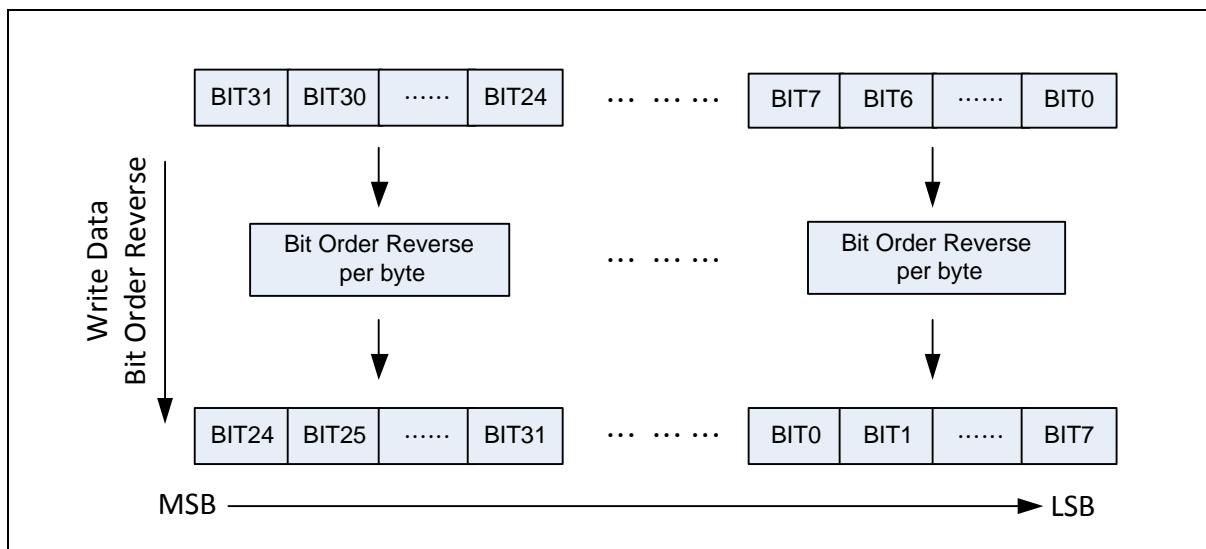

图 6.35-3 写数据位顺序反转功能框图
- 5) 配置DATREV (CRC\_CTL[24])配置 CRC 写数据每个字节的位顺序反转, 功能框图见图 6.35-3.